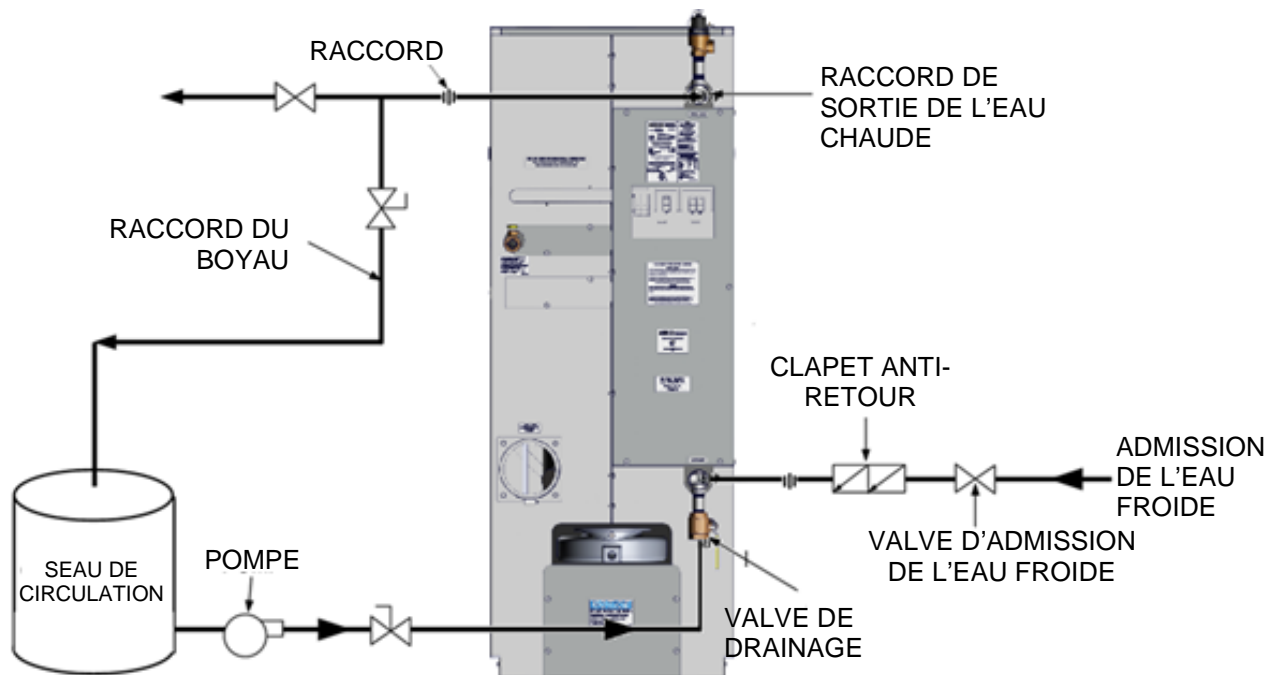

Figure 6-8. Configuration type de nettoyage de l'échangeur thermique
Un schéma de configuration type d'un système de pompage d'un chauffe-eau Innovation est illustré à la figure 6-8. Comme ce schéma l'indique, le nettoyage de l'échangeur thermique est effectué en pompant la solution d'HydroSkrub à partir d'un grand seau de circulation vers la valve de drainage de l'échangeur thermique, à travers l'échangeur thermique et puis via le raccord de sortie du brûleur. Configurer le système de pompage comme suit :
- Fermer la valve de drainage de l'appareil et raccorder un seau de grandeur approprié et une pompe au drain de l'appareil comme l'indique la figure 6-8.
- Installer un raccord en T, une valve à bille et un raccord de boyau à la tuyauterie de sortie du chauffe-eau (figure 6-8). Acheminer le boyau vers le haut du seau de circulation.